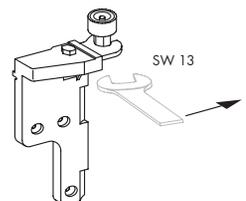

Bild 4 Führung in Stützplatte einschieben und mit Gabelschlüssel SW 13 fest anziehen
- C** Führung (11) jeweils in die Stützplatte des Ecklager D (6) und Ecklager (15) schieben und mit Gabelschlüssel SW 13 fest anziehen, siehe Bild 4.